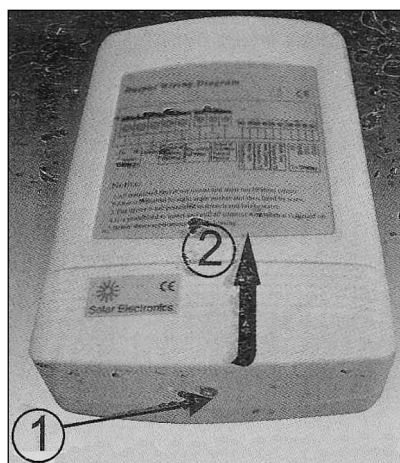

Figure 4
- Déposer la vis ① à la partie inférieure du boîtier du contrôleur : figure 4,
- Retirer le haut du boîtier ②, ouvrir le boîtier, les borniers de connexion sont alors visibles: fig. 4,